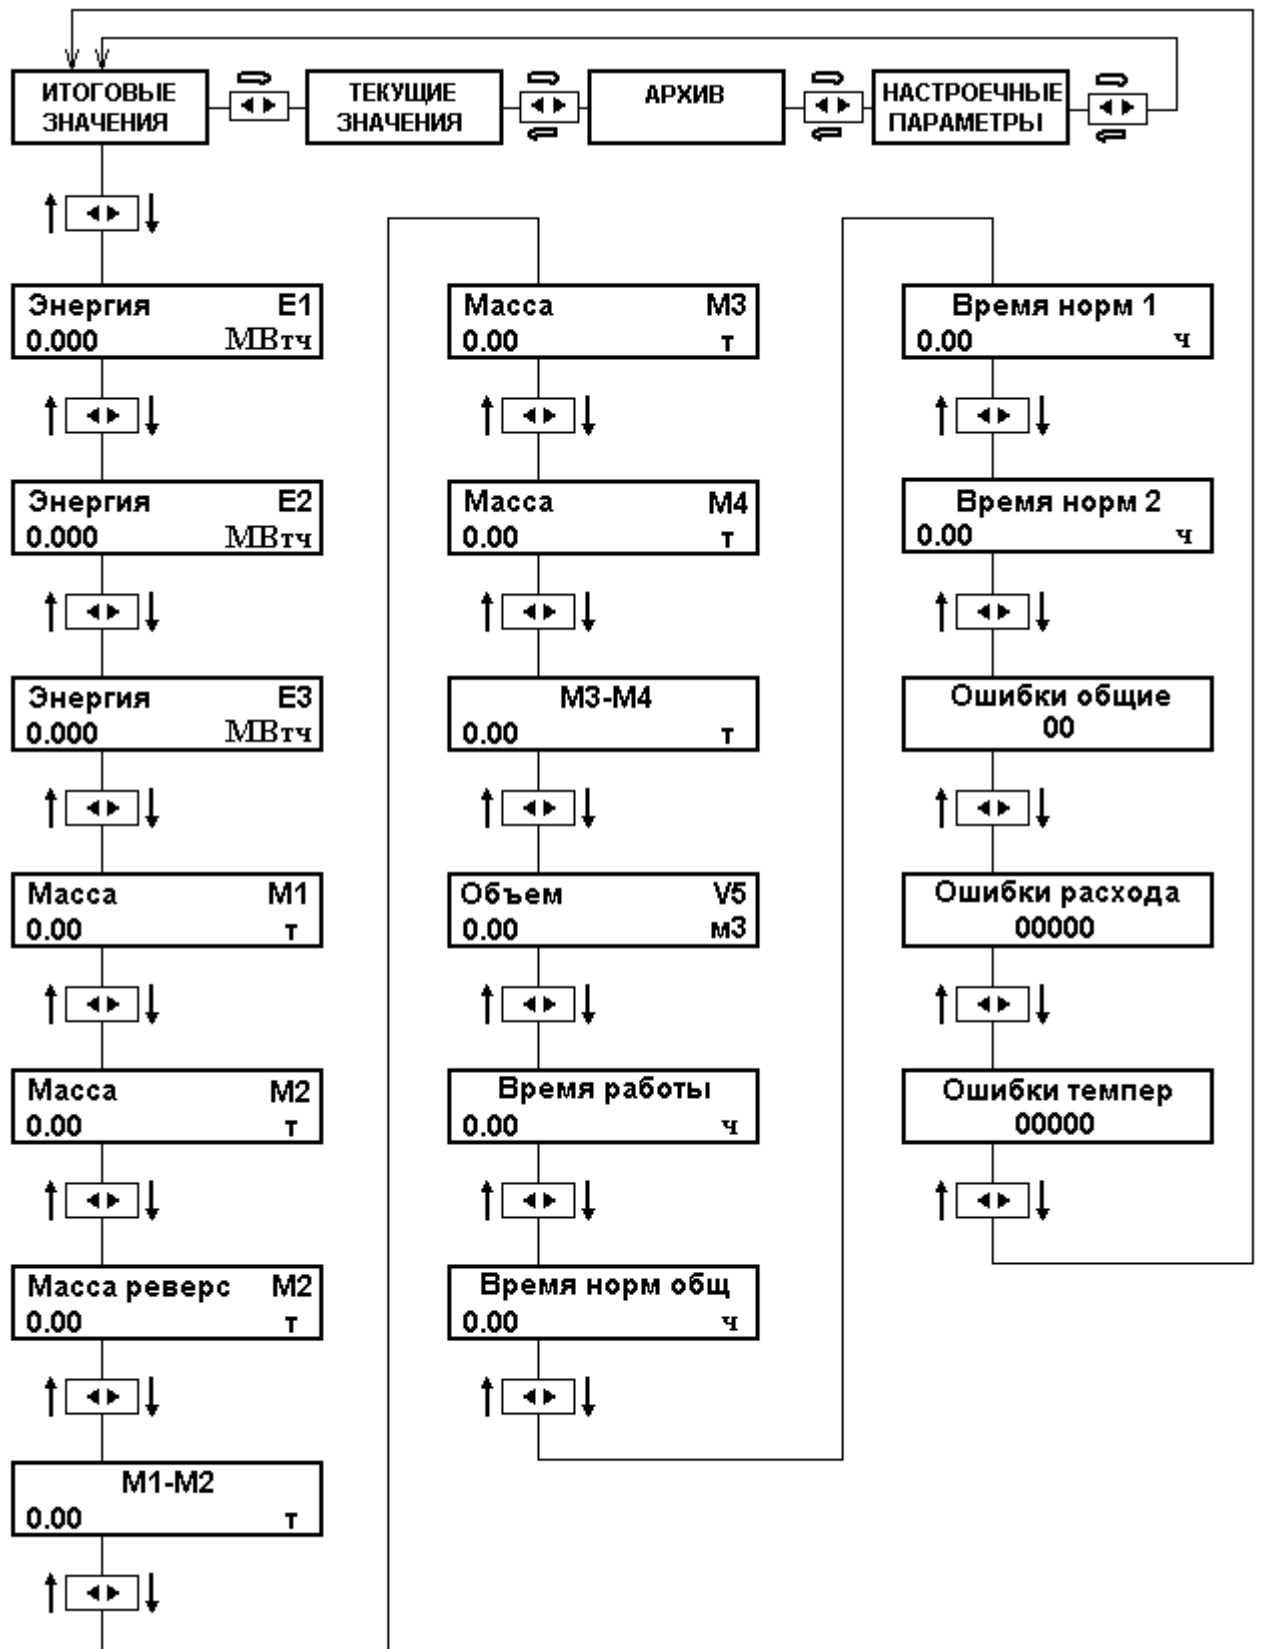

Рис. 3 Схема просмотра итоговых значений
8.2.1 Для просмотра итоговых значений необходимо находясь в верхнем уровне меню длительным нажатием на кнопку ▶ или ◀ выбрать меню "ИТОГОВЫЕ ЗНАЧЕНИЯ". Просмотр осуществляется кратковременными нажатиями кнопок ◀ и ▶ (рис.3). В этом уровне можно просмотреть накопленные значения измеряемых и вычисляемых параметров: $E1+E2$, $E1$, $E2$, $E3$, $V1(M1)$, $V2(M2)$, реверс $V2(M2)$, $V1-V2(M1-M2)$, $V3(M3)$, $V4(M4)$, $V3-V4(M3-M4)$, $V5$, время работы и ошибки работы счетчика.